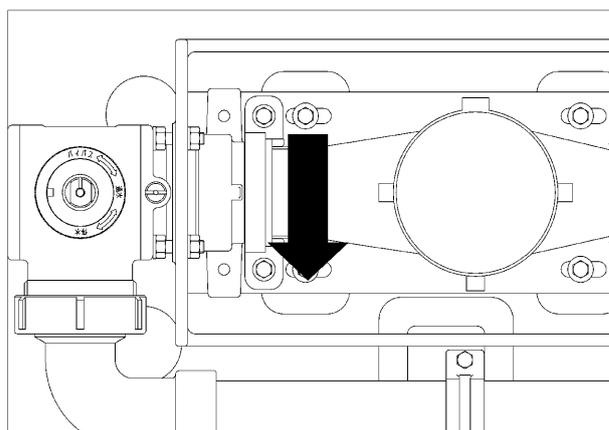

図11
- ①ご使用前に樹脂製のOリング脱落防止キャップを取り外して下さい。
- ②メータ接続部（メータの端面が当たる部分）にOリングが組み付けられていることを確認して下さい。
- ③仕切弁のハンドルを「S」の方向に回し、弁を閉じて下さい。
- ④メータは、メータホルダにメータをのせます。その後、ホルダハンドルを図11の矢印方向に回して取付けます。
- ⑤ホルダハンドルは緩まないようにしっかりと締めます。
- ⑥配管上流側のバルブを開け、空気抜栓を2回転ほどゆっくりと緩め、内部の空気を排出します。
- ⑦空気排出後、空気抜栓を水が止るまで手で締め付けて下さい。
- ⑧メータ接続部から漏水がなければ結束バンドでプレートとホルダハンドルを固定します。漏水した場合は、上流側のバルブを閉じ、③の操作からやり直して下さい。
- ⑨仕切弁を「O」の方向に止るまで回して全開にし、メータの取付けは終了です。